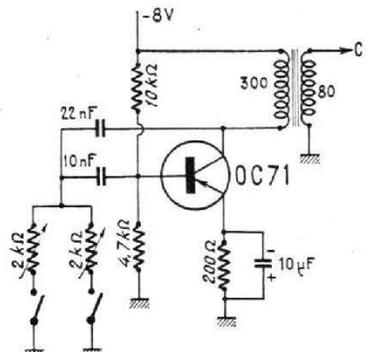

FIG. 5
**Modulateur voiles** (fig. 5). Schéma classique avec pour transformateur un Audax TRSS 11 rebobiné : primaire 300 spires, secondaire 80 spires en 2/10. Les résistances ajustables de 2 kΩ permettent d'accorder sur les fréquences des filtres de 1 et 1,7 kc/s. On peut shunter ces ajustables pour une meilleure précision de réglage.